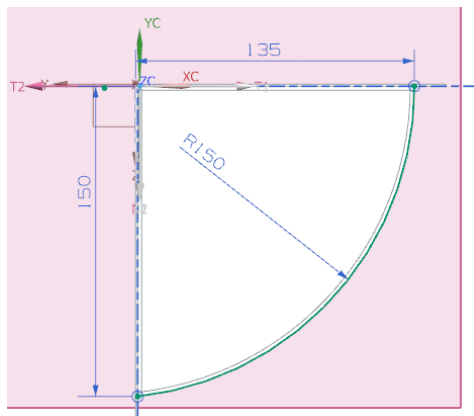

图 4-99 绘制轮廓曲线
(4) 在“创建草图”对话框中单击 **<确定>** 按钮，进入草图绘制环境，绘制如图 4-99 所示的草图。单击“完成”  图标，草图绘制完毕。